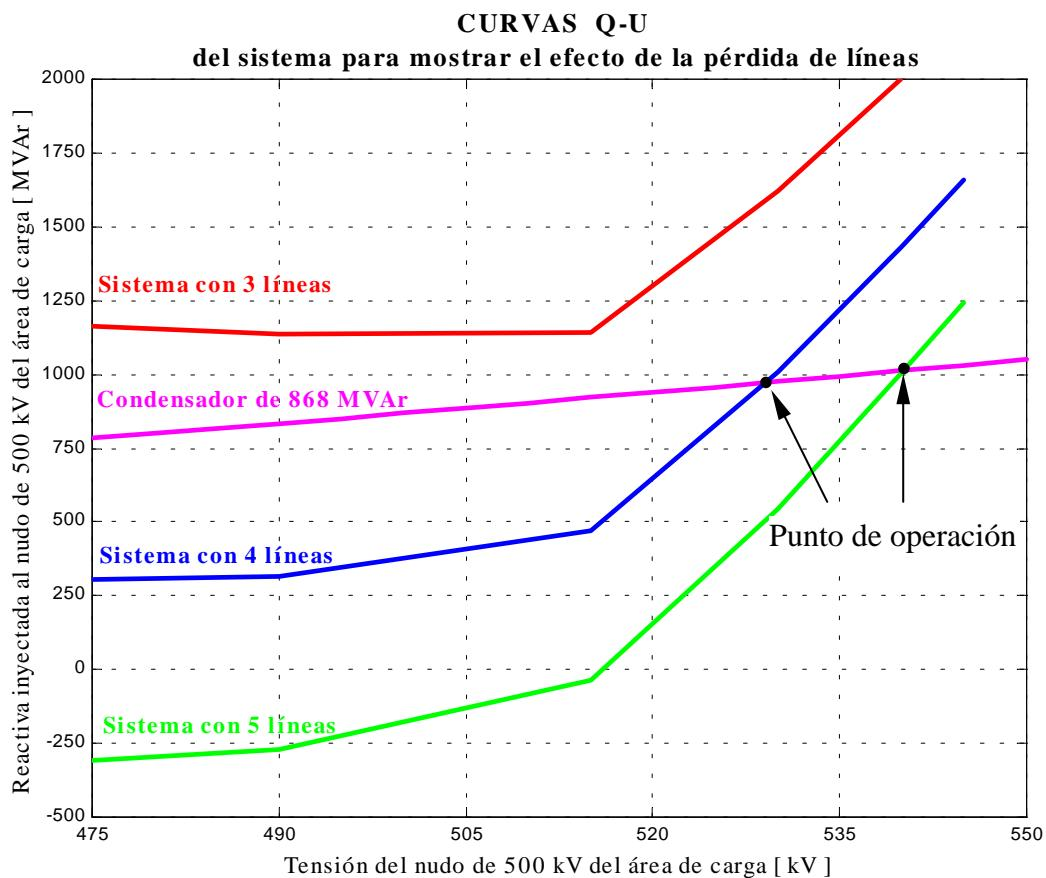

Fig. 7.- Curvas Q-U del sistema que muestran el efecto de la pérdida de líneas.
En la Fig. 7 se muestra gráficamente los resultados obtenidos en el capítulo 4 para el análisis del caso E, donde se muestra el efecto de la pérdida de líneas, observándose que el sistema sólo es estable cuando trabaja con 5 o con 4 líneas.
- La pérdida de líneas es una variable importante en el mantenimiento de la estabilidad de tensión del sistema tal como se observa en la Fig. 7, puesto que el sistema es capaz de mantenerse estable sólo con la pérdida de una línea, pues para el caso de 3 líneas perdidas ya no existe intersección entre las curvas.